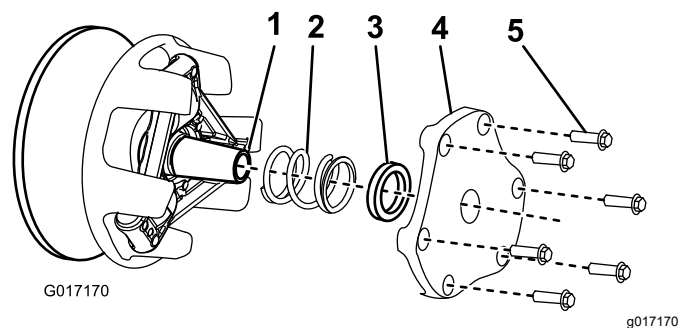

Figure 54
4. Mettez le couvercle, l'entretoise et le ressort de côté (Figure 54).